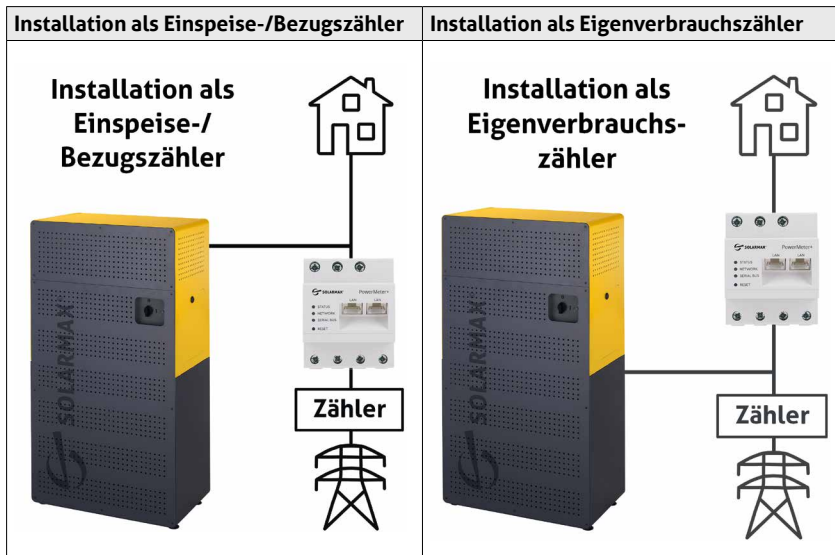
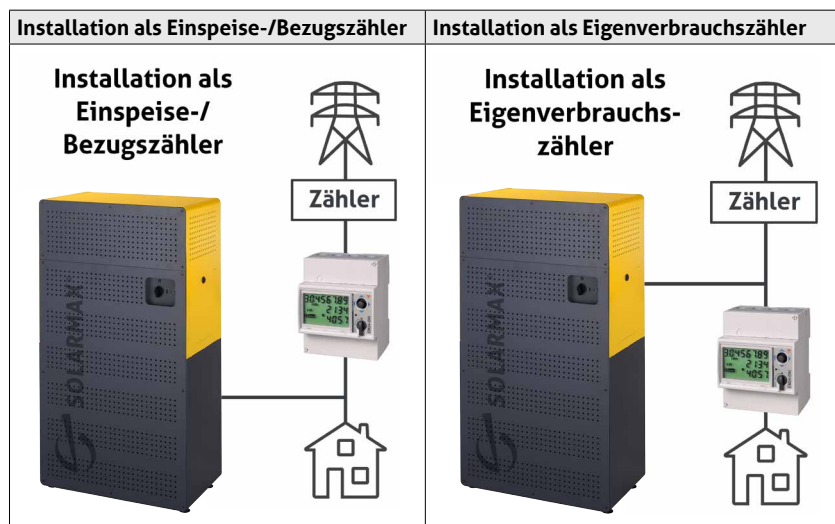

Abb. 15: Schaltbild zum Anschluss des SOLARMAX PowerMeter+
Abb. 16: Schaltbild zum Anschluss des Carlo Gavazzi EM24
2. Installieren Sie den Modbus TCP Zähler als Einpeise-/Bezugszähler (Abb. 15) oder als Eigenverbrauchs-zähler (Abb. 16) in Ihrem Hausnetz. Eine Beschreibung des Leistungsanschlusses der Modbus TCP Zähler finden Sie im Handbuch des jeweiligen Herstellers.